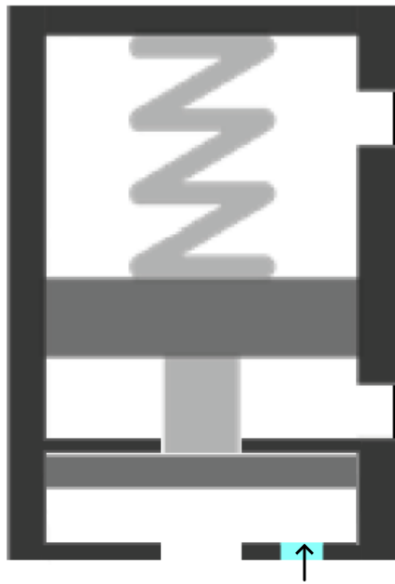
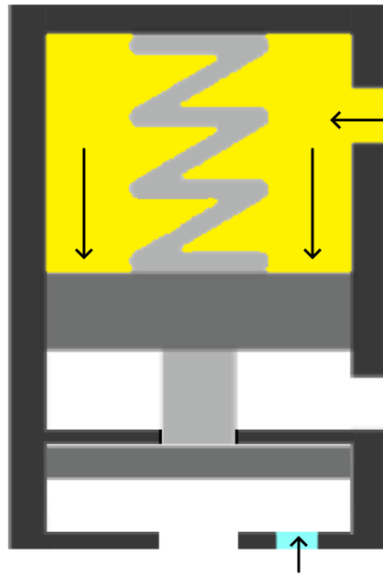
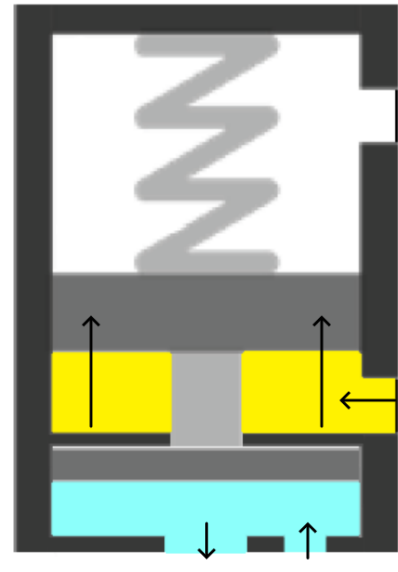

Abbildung 03 – Ruhephase
Abbildung 04 – Ruhephase
Abbildung 05 – Dosierphase einfach- und
Im einfachwirkenden Betrieb hält die Feder das Ventil geschlossen. Der Flüssigkeitsdruck muss dabei unterhalb des von der Feder erzeugten Schließdrucks bleiben (Abbildung 03). Die Flüssigkeit befindet sich am Flüssigkeitseinlass, dessen Eingang durch die Membran blockiert ist, die durch die von der Feder gedrückte Nadel in Position gehalten wird. Wird der Knopf am Griff gedrückt, sendet die SPS ein Schaltsignal an das Magnetventil. Daraufhin strömt Luft über den Dosiereingang ein, hebt den Kolben sowie die Nadel und die Membran an, sodass die Flüssigkeit bis zur Düse durchfließen kann (Abbildung 05).
Bei doppelwirkendem Betrieb ist die Arbeitsweise ähnlich wie bei einfachwirkendem Betrieb, nur dass neben der Feder, die das Ventil geschlossen hält, ein pneumatischer Druck vom Schließeingang des Ventils vorhanden ist (Abbildung 04). Dies ist erforderlich, wenn mit Flüssigkeitsdrücken gearbeitet werden muss, die höher sind als der von der Feder ausgeübte Druck.
- Die Flüssigkeit steht unter Druck am Flüssigkeitseingang und liegt an der Membran an; im Fall des einfachwirkenden Betriebs nur mit der Feder, die den Flüssigkeitsaustritt verschließt (Abbildung 03), im Fall des doppelwirkenden Betriebs auch mit pneumatischem Druck (Abbildung 04);
- Die Nadel hebt sich, hebt die Membran an und ermöglicht das Austreten der Flüssigkeit (Abbildung 05);